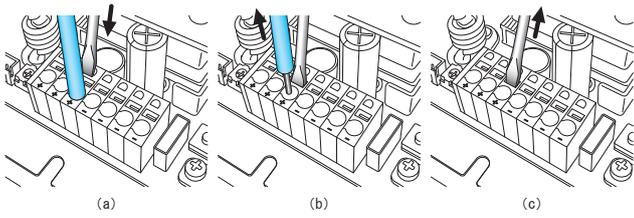

図7.9 フェルール端子、単線、撚線の解除概略図
- 手順Ⅰ マイナスドライバを結線解除穴に挿し込んでください (図7.9 (a) 参照)。
- 手順Ⅱ マイナスドライバを挿し込んだ状態で、電線を配線挿入穴から抜いてください (図7.9 (b) 参照)。
- 手順Ⅲ マイナスドライバを結線解除穴から抜いてください (図7.9 (c) 参照)。